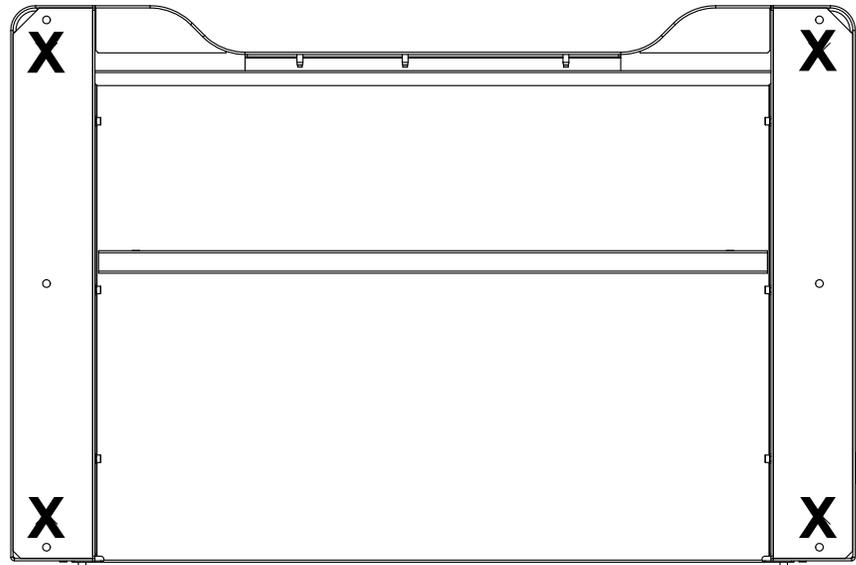

Figura 25. Ubicación de las patas del bastidor en la parte inferior del bastidor
7. Localice las patas del bastidor que se retiraron previamente para fijar el bastidor a la plataforma de transporte. Retire los soportes tubulares de la parte trasera de la base del bastidor e instale las patas del bastidor en las ubicaciones indicadas en la Figura 25 en la página 85.